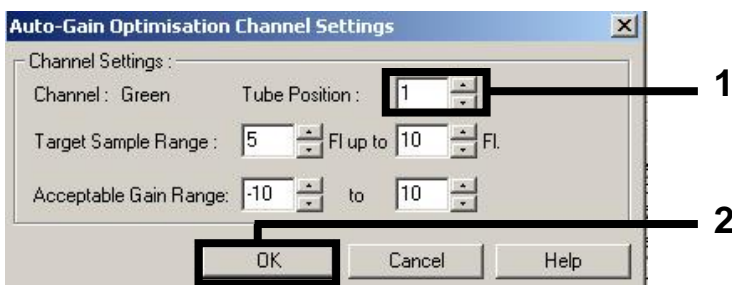

Рис. 2. Установка позиции пробирки.
2. Установите позицию пробирки для первой тест-системы *artus assay* (например, EBV). Установите позицию пробирки для всех каналов флуоресценции и нажмите кнопку **OK** (рис. 2).